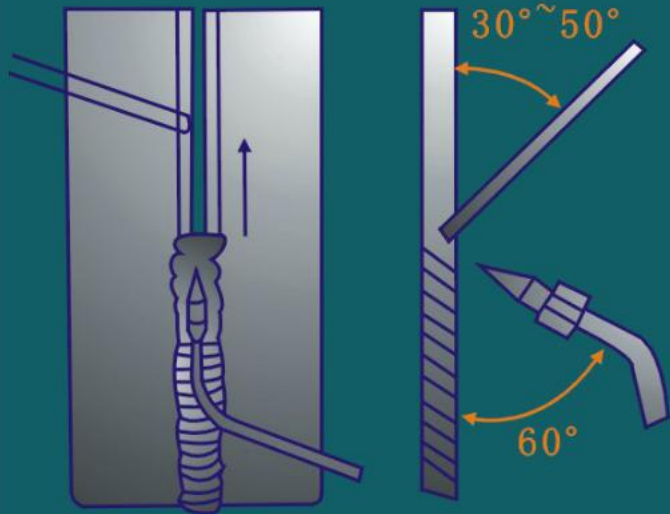

图3-76 立 焊
(2) 立焊。如图3-76所示。火焰能量较平焊小些。严格控制熔池温度，向上倾斜与焊件构成 $60^\circ$ 角，以借助火焰气流的吹力托住熔池，不使熔化金属下淌。